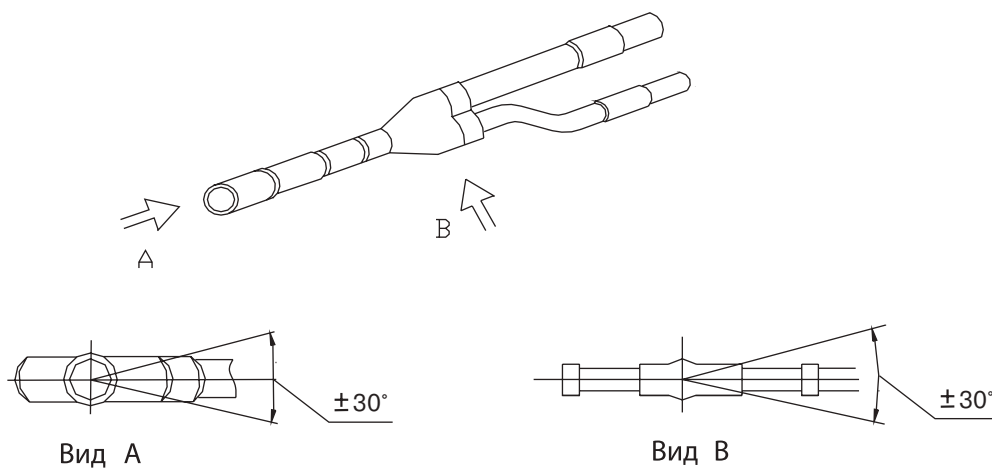

Рис. 11.6 — Расположение разветвителя при подключении
11.4.5 **Внимание!** При установке разветвителя в горизонтальном положении угол наклона разветвителя в горизонтальной плоскости должен быть не более  $30^\circ$  (см. рис. 11.6).